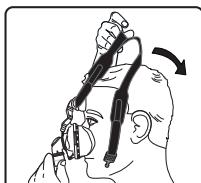

Figure 3
3. Faites glisser le harnais sur la tête (figure 3). Refermez l'attache Quick Clip une fois le harnais en place.